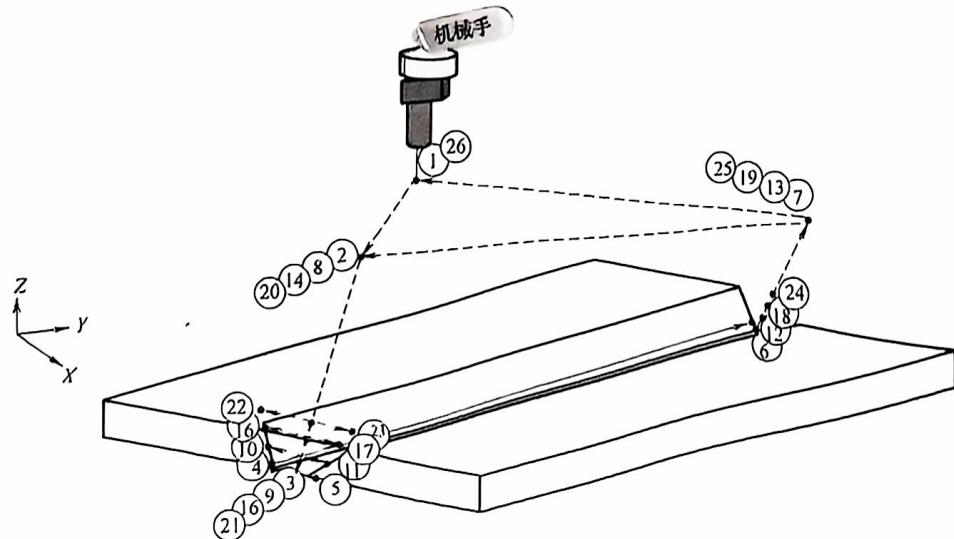

图2-18 中厚板平对接产品的示教运动轨迹
(1) 示教运动轨迹 采用多层单道直线摆动示教编程和焊接，其示教运动轨迹如图2-18所示，主要由编号为①~⑯的16个示教点组成。
①点、⑯点为原点（或待机位置点），其应处于与工件、夹具不干涉的位置，焊枪姿态一般为45°（相对于X轴）。
②点、⑦点、⑧点、⑬点、⑭点、⑮点、⑯点和⑰点为过渡点（前进点或退避点），也要处于与工件、夹具不干涉的位置，焊枪角度任意。
④点、⑤点、⑩点、⑪点、⑯点、⑰点、⑲点和⑳点为摆动振幅点，要根据焊道的宽度设定位置，焊枪姿态和角度应与焊接点一致。
③点、⑨点、⑮点和⑳点为焊接开始点，⑥点、⑫点、⑯点和⑰点为焊接结束点，焊枪姿态为与两工件垂直，与焊缝待焊方向成100°~110°夹角。